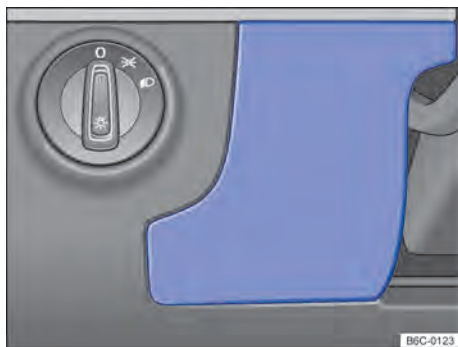

Fig. 175 No lado do condutor do painel de instrumentos: cobertura da caixa de fusíveis.
- Segurar a cobertura da caixa de fusíveis → Fig. 175 e puxar para frente.